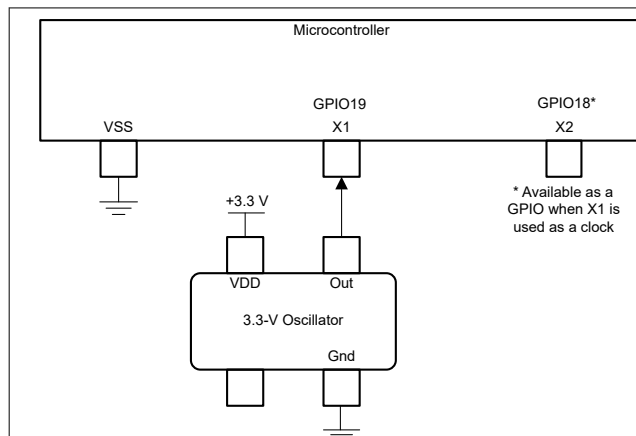

图 6-12. 单端 3.3V 外部时钟
- 单端 3.3V 外部时钟。时钟信号应连接到 X1 (如图 6-12 所示), 且 XTALCR.SE 位设置为 1。